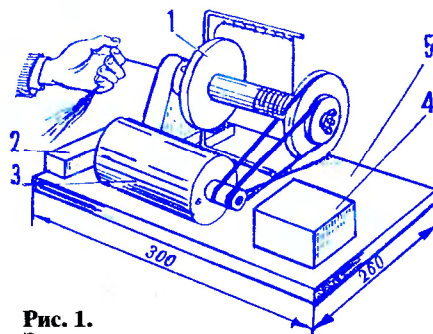

Рис. 1. Электрсамопрялка: 1 — веретено, 2 — клавиша выключателя, 3 — электродвигатель, 4 — трансформатор, 5 — подставка.
**В. Овдиенко** из Крымской области предложил оригинальную конструкцию электропрялки. Она (рис. 1) состоит из веретена со шпулькой и рогулькой, электродвигателя, трансформатора и переключателя.